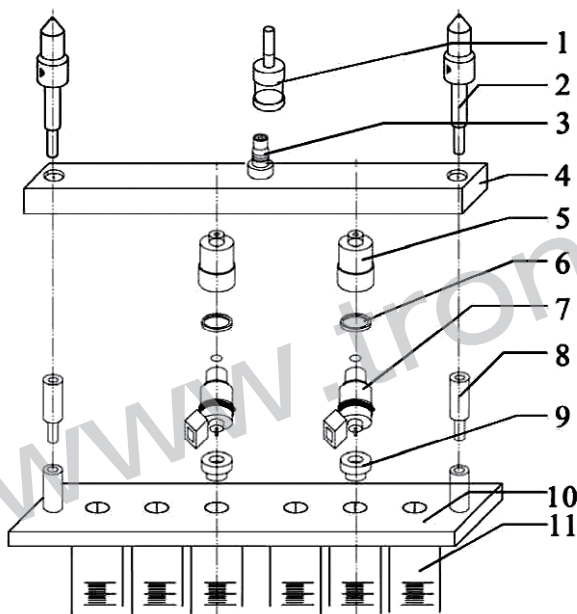

Рис. 2.4 Схема установки держателя для промывки противотоком
### 6.3 Установка инжектора для обратной промывки (противотоком) (рис. 2.4)
1. В соответствии с рис. 2.4, установите инжекторы между топливной рампой и опорной пластиной тестовых цилиндров.
2. Затяните всю сборку с помощью винтов (2), выберите режим обратной промывки, установите давление в системе 0.25-0.3 МПа, запустите функцию при помощи джойстика ► **Start** («Пуск»).